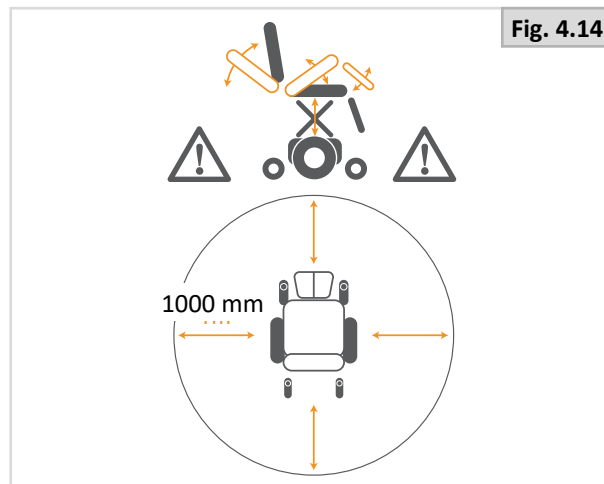

Fig. 4.14
- På lik linje med alle bevegelige deler, vær forsiktig slik at du ikke klemmer fingrene dine, (Fig. 4.14).